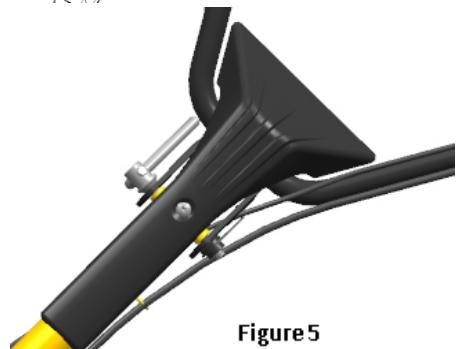

Figure 5
- Slăbiți șurubul de reglare a ghidonului și selectați orificiul în poziția corespunzătoare. Reglați bara încruciată a ghidonului până la înălțimea mijlocului utilizatorului, apoi roțiți șurubul de reglare și strângeți-l (vezi fig. 5)